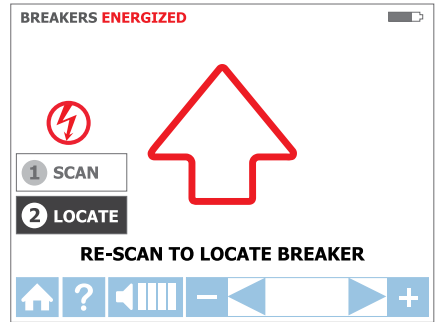
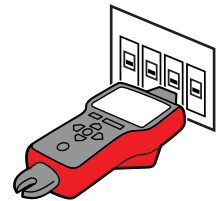

Abbildung 3.4c
Abbildung 3.4d
- b. Prüfen Sie jeden Unterbrecher/jede Sicherung eine halbe Sekunde lang durch Berühren mit dem Spitzensensor. Achten Sie darauf, dass die Vertiefung im Spitzensensor parallel zum Unterbrecher/zur Sicherung verläuft (siehe Abbildung 3.4d).
4. Schritt 2 – ② LOKALISIEREN
- a. Wählen Sie den LOKALISIEREN-Modus. Dazu wählen Sie diese Betriebsart mit den Richtungstasten aus, anschließend drücken Sie die gelbe ENTER-Taste. (Siehe Abbildung 3.4c.)
- b. Prüfen Sie jeden Unterbrecher/jede Sicherung eine halbe Sekunde lang durch Berühren mit dem Spitzensensor. Der rote Pfeil zeigt an, dass die Messung läuft (siehe Abbildung 3.4c). Achten Sie darauf, dass die Vertiefung im Spitzensensor parallel zur Längsseite des Unterbrechers verläuft. (Siehe Abbildung 3.4d.)